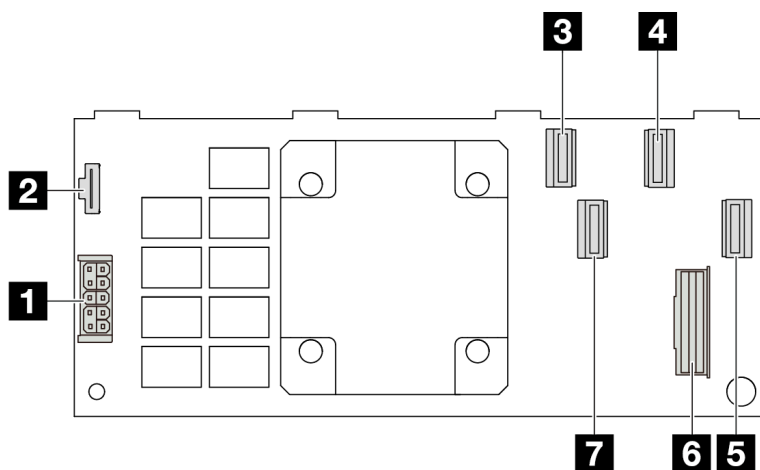

Figura 320. Um adaptador RAID Gen 4 16i CFF (quatro conectores de porta)
- Figura 320 "Um adaptador RAID Gen 4 16i CFF (quatro conectores de porta)" na página 355